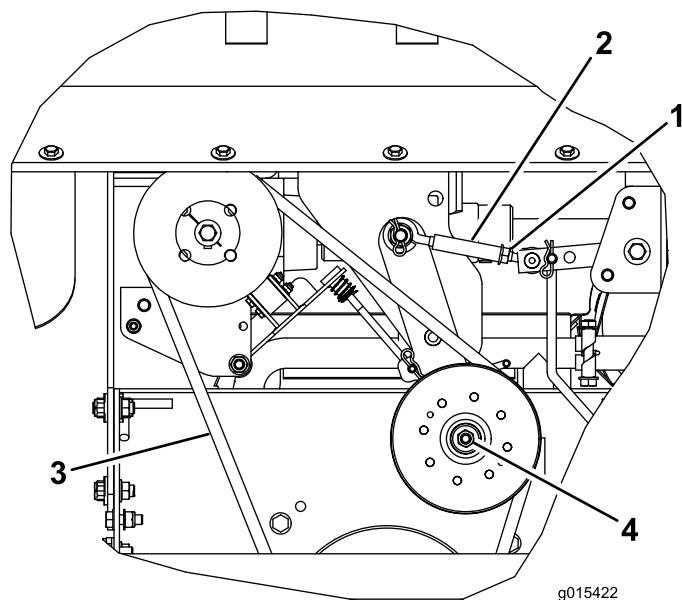

Figura 11
Inspeccione visualmente la correa (Figura 11), en busca de suciedad, desgaste, grietas o señales de sobrecalentamiento. Si la correa está excesivamente desgastada o muestra señales de deterioro, cambie la correa.
Nota: Figura 11 muestra la correa vista desde abajo, pero es posible comprobar, ajustar o cambiar la correa desde arriba o desde abajo después de retirar el protector correspondiente.
Para cambiar la correa de transmisión, complete el procedimiento siguiente, con referencia a Figura 11:
La correa está correctamente tensada cuando una fuerza de 4,5 kg desvía la correa 13 mm en el punto intermedio del tramo más largo (Figura 11).
- A. Afloje la contratuerca (Figura 11)